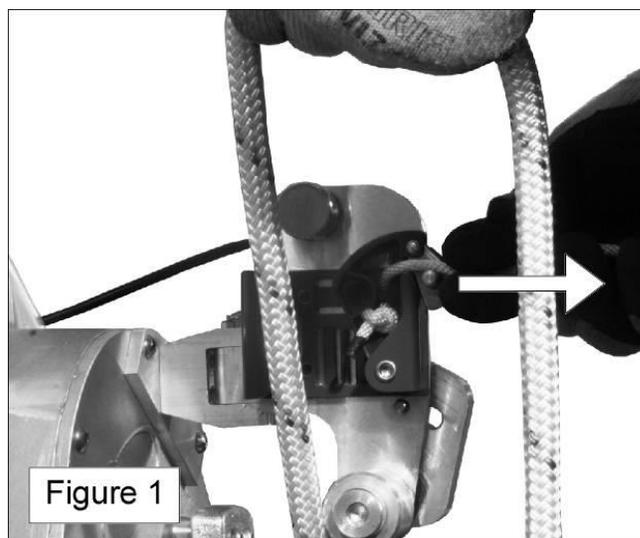

Figure 1
1. Tirez horizontalement (et doucement) sur la corde de tire pour que le moteur redémarre cela relâchera la tension appliquée à la corde par le système de retenue (figure 1, no. 1);
2. Tirez doucement sur la poignée de la cordelette attachée au système de retenue; ceci désengagera le système (figure 1, no. 2);
Pour désengager le système de retenue de la corde, tirez complètement le bloqueur vers le haut et l'arrière et laissez-le reposer sur l'extérieur du système (figure 1 ci-haut). Pour le réengager, levez le bloqueur et poussez-le contre la corde.
Périodiquement, enlevez le tambour et nettoyez autour de l'arbre (figure 1 ci-haut), car les débris accumulés peuvent endommager le joint d'étanchéité. Badigeonnez l'arbre avec un peu d'huile afin d'éviter la corrosion.
La poulie guide (figure 1, no 1) doit tourner librement. Lubrifiez-la régulièrement avec de l'huile légère, sinon elle risque d'user prématurément à cause des saletés qui s'insèrent entre le boulon à épaulement et la poulie. Au besoin, démontez-la pour enlever toute la saleté.
Le boîtier d'engrenage est lubrifié en usine et ne devrait donc pas nécessiter de lubrification ou d'entretien. Si des pertes d'huile sont apparentes, vérifiez le niveau d'huile en plaçant le treuil sur une surface au niveau et dévissez le bouchon (figure 1, no 2).
Le numéro de série du treuil est indiqué sur l'étiquette contenant les consignes de sécurité situées sur le côté droit du boîtier. Le numéro de série est également gravé sur le couvercle, à gauche du bouchon de remplissage d'huile du boîtier (figure 1).